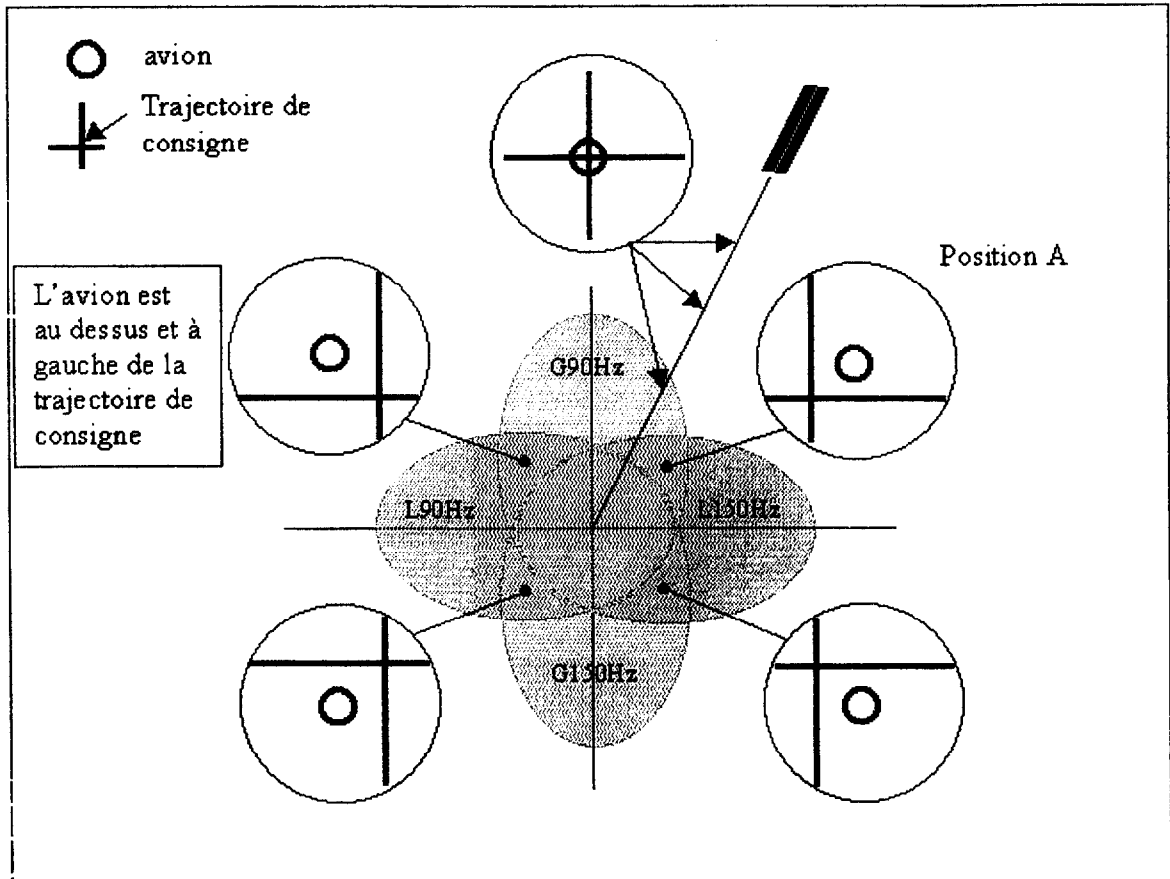

Figure 5 : affichage dans le cockpit de la position de l'avion
- **a** : l'identifiant de la piste et le cap (« localizeur ») sont transmis par une porteuse modulée en amplitude située dans la bande VHF (108,1 MHz – 111,95 MHz) ; cette bande comporte 40 canaux ; de plus, un canal « Self TEST » est disponible ; à chaque canal « alignement » est apparié un canal « pente » . L'identifiant (codé sur 3 lettres) permet au pilote de l'aéronef de reconnaître la piste sur laquelle il doit atterrir. Au modulant « alignement » sont associées deux fréquences, 90 Hz (« trop à gauche ») et 150 Hz (« trop à droite »)- (cf. fig. 5).
- Pilote : il gère les différentes commandes de l'appareil et contrôle son bon fonctionnement . Pour ce qui est de l'atterrissage, il communique avec la tour de contrôle qui lui transmet le « nom » de la piste ; il accorde le récepteur ILS en sélectionnant les canaux de fréquence associés à la piste ; il identifie le code morse (3 lettres) caractérisant l'identifiant de la piste ; il lie sur les instruments la position de l'appareil (cf. fig.5) par rapport à la consigne émise par l'aéroport et corrige les écarts éventuels (« alignement » et « pente ») en agissant sur les commandes appropriées.